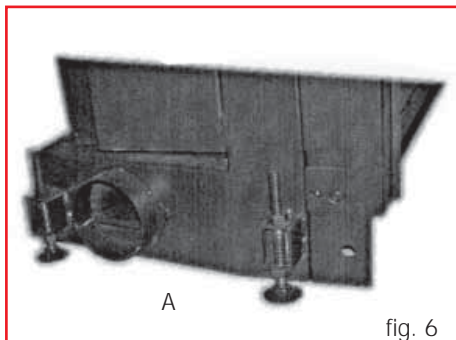

fig. 6
Les cheminées CRISTAL peuvent être montées seulement dans les endroits qui offrent une alimentation d'air suffisante pour la combustion. Pour faire fonctionner la cheminée convenablement il est essentiel de faire parvenir l'air de combustion au foyer au moyen d'un tube jusqu'aux prises spécifiques prévues sur les côtés et derrière la cheminée. Un raccord (A) de 12,5 cm de diamètre est fourni; on doit l'appliquer à la prise que l'on a l'intention d'utiliser (fig. 6).